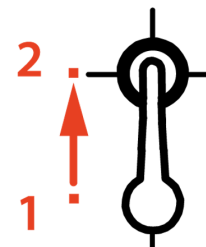

Рисунок 2
5. Светильник, без рассеивателя, установить в подготовленные в потолке метизы через пазы светильника, завести до упора шляпки метизов так, что бы они оказались в формованной части крышки светильника (от точки 1 к точке 2 см. Рисунок 2). Прикрутить все 4 метиза до упора.